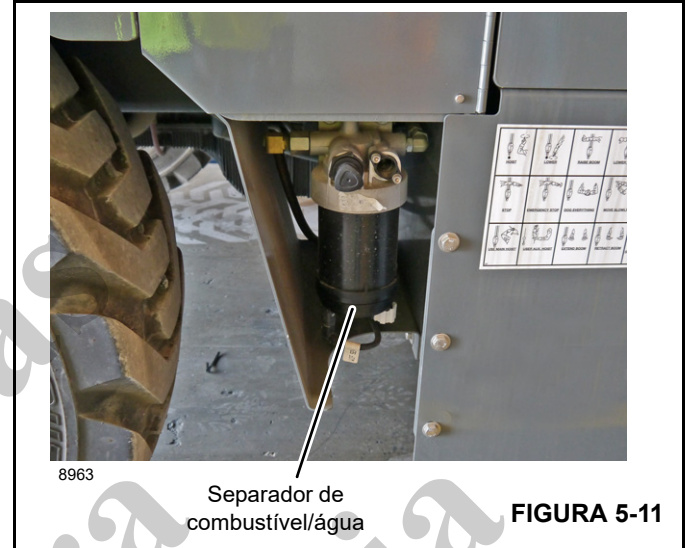

FIGURA 5-11
2. Consulte o manual do motor fornecido com o guindaste e siga as instruções de drenagem de água do separador de combustível/água (Figura 5-11).